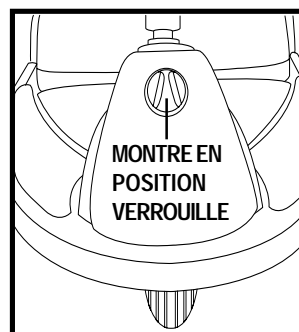

Figure 14. Bouton du verrou du guidon
2. Verrouillez le guidon en place en le poussant vers l'avant puis enfoncez le bouton de verrouillage et tournez-le 90 degrés dans le sens des aiguilles d'une montre. **Voir la figure 14.**